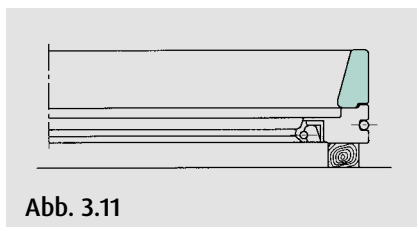

Abb. 3.11
2. Das Lager wird auf dem Dichtungsträger montiert. Dabei die Lastzonenmarkierungen in Übereinstimmung bringen (Abb. 3.11).